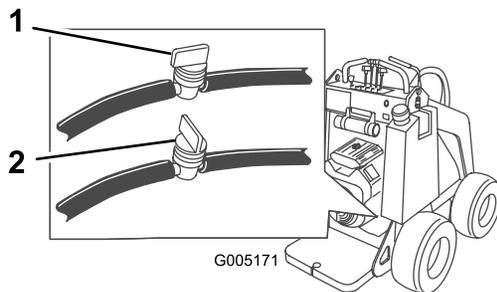

Figura 27
2. Cierre la válvula de combustible, situada debajo del depósito de combustible (Figura 27).
3. Cierre la válvula de combustible, situada en la manguera cerca del fondo del depósito de combustible (Figura 27).
8. Abra la válvula de combustible, situada en la manguera cerca de la parte inferior del depósito de combustible, según ilustrado: Figura 27.